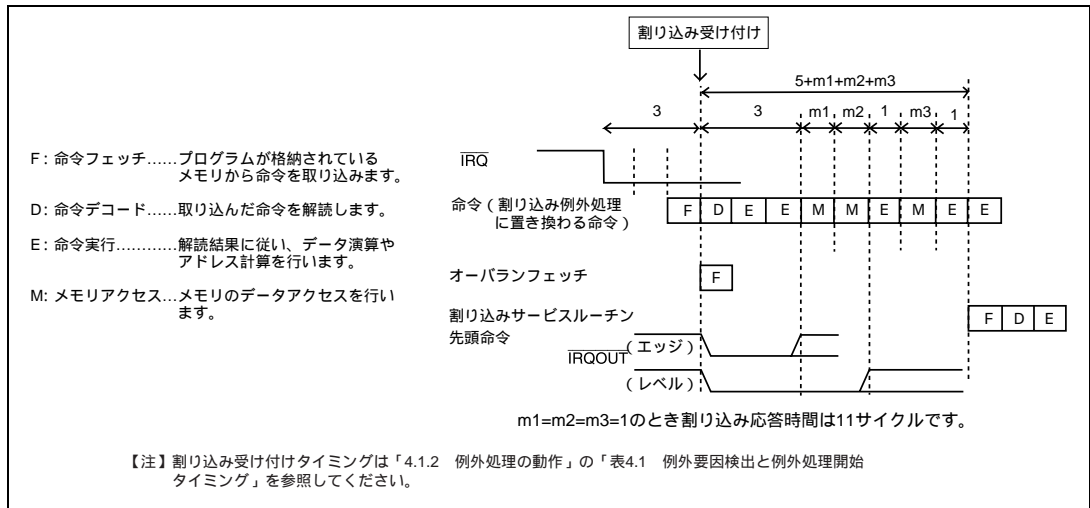

図 5.4 IRQ 割り込みを受け付けるときのパイプライン動作例
- (1) 割り込みコントローラに対して、各割り込み要求元から割り込み要求信号が送られます。
- (2) 割り込みコントローラでは、送られた割り込み要求の中から、割り込み優先レベル設定レジスタ A ~ E (IPRA ~ IPRE) に従って、最も優先順位の高い割り込みが選択され、それより優先順位の低い割り込みは無視\*されます。このとき、同一優先順位に設定された割り込み、または同一モジュール内の割り込みが複数発生した場合は、表 5.3 に示す「デフォルト優先順位」と「IPR 設定単位内の優先順位」に従って、最も優先順位の高い割り込みが選択されます。
- (3) 割り込みコントローラで選択された割り込みの優先レベルと CPU のステータスレジスタ (SR) の割り込みマスクビット (I3 ~ I0) とが比較されます。I3 ~ I0 ビットに設定されているレベルと同じか低い優先レベルの割り込みは無視されます。I3 ~ I0 ビットのレベルより高い優先レベルの割り込みだけが受け付けられ、CPU へ割り込み要求信号が送られます。
- (4) 割り込みコントローラが割り込みを受け付けると、IRQOUT 端子からローレベルが出力されます。
- (5) 割り込みコントローラから送られた割り込み要求は、CPU が実行しようとしている命令のデコード時に検出され、その命令の実行が割り込み例外処理に置き換えられます(図 5.4 参照)。
- (6) ステータスレジスタ (SR) とプログラムカウンタ (PC) がスタックに退避されます。
- (7) SR の I3 ~ I0 ビットに、受け付けられた割り込みの優先レベルが書き込まれます。
- (8) 受け付けた割り込みがレベルセンスまたは内蔵周辺モジュールからの割り込みだった場合、IRQOUT 端子から、ハイレベルが出力されます。なお、受け付けた割り込みがエッジセンスだった場合は、(5) で CPU が実行しようとしていた命令を割り込み例外処理に置き換えた時点で IRQOUT 端子はハイレベルを出力します。ただし、割り込みコントローラが他の割り込み(今受け付け中の割り込みよりレベルの高い割り込み)を受け付けているときは、IRQOUT 端子はローレベルのままです。
- (9) 受け付けられた割り込みに対応する例外処理ベクタテーブルから、例外サービスルーチン開始アドレスが取り出され、そのアドレスにジャンプして、プログラムの実行が開始されます。このときのジャンプは遅延分岐ではありません。
割り込み要求が発生してから、割り込み例外処理が行われ、例外サービスルーチンの先頭命令のフェッチが開始されるまでの時間（割り込み応答時間）を表 5.5 に示します。また、IRQ 割り込みを受け付けるときのパイプライン動作例を図 5.4 に示します。